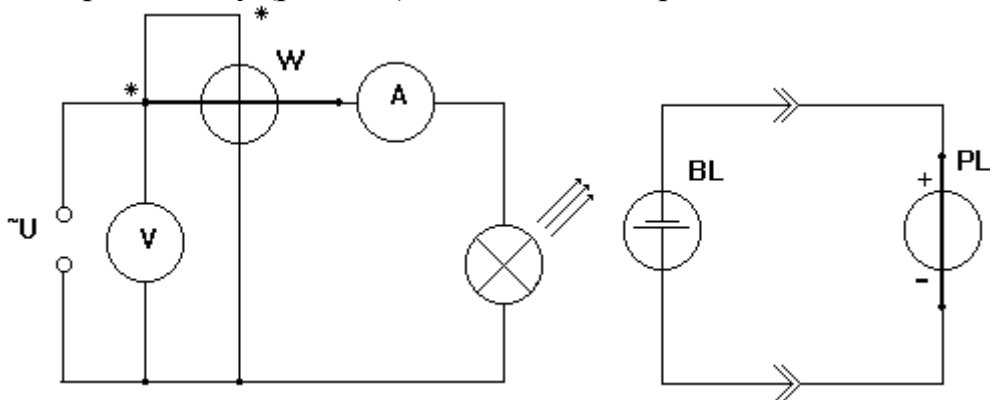

Рисунок 4.3 – Схема исследования лампы накаливания
1.3 Собрать схему (рис. 4.3) и показать ее преподавателю.